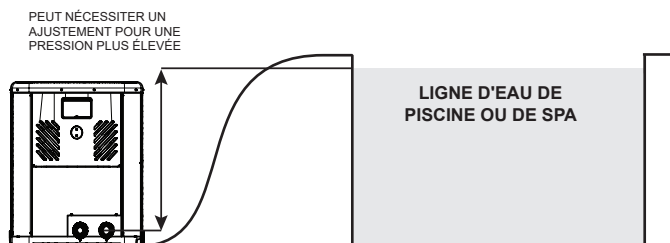

Figure 3. Réglage du pressostat d'eau
- Lorsque le chauffe-eau est situé sous la ligne d'eau de la piscine ou du spa, il peut être nécessaire d'ajuster le pressostat d'eau (WPS) pour compenser la hauteur statique sans débit (voir **Figure 3**). Pour plus de détails sur le réglage, veuillez vous référer à la section Pressostat d'eau à la page 30. Si, après avoir réglé le WPS à son réglage maximum sans résolution, un interrupteur de débit d'eau externe (WFS) doit être installé. Voir la section Interrupteur de débit d'eau ci-dessous pour plus d'instructions d'installation.